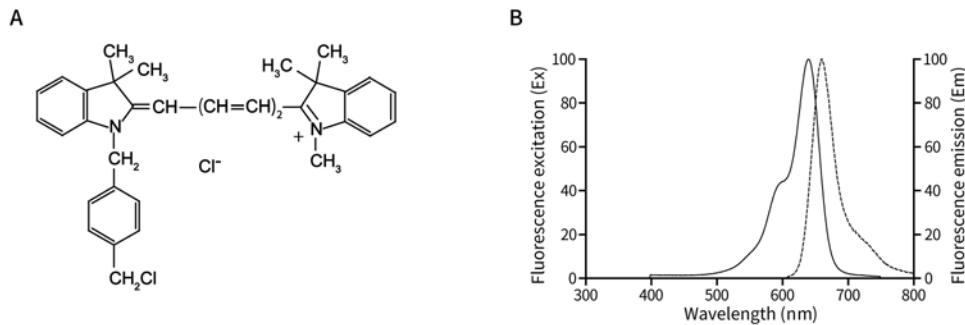

图1. Mito-Tracker Deep Red FM的化学结构式(A)及激发光谱和发射光谱(B)。
- Mito-Tracker Deep Red FM分子式为 $C_{34}H_{36}Cl_2N_2$ , 分子量为543.58, Mito-Tracker Deep Red FM为深红荧光探针, 最大激发波长为644nm, 最大发射波长为665nm。Mito-Tracker Deep Red FM的化学结构式以及激发光谱和发射光谱参考图1。